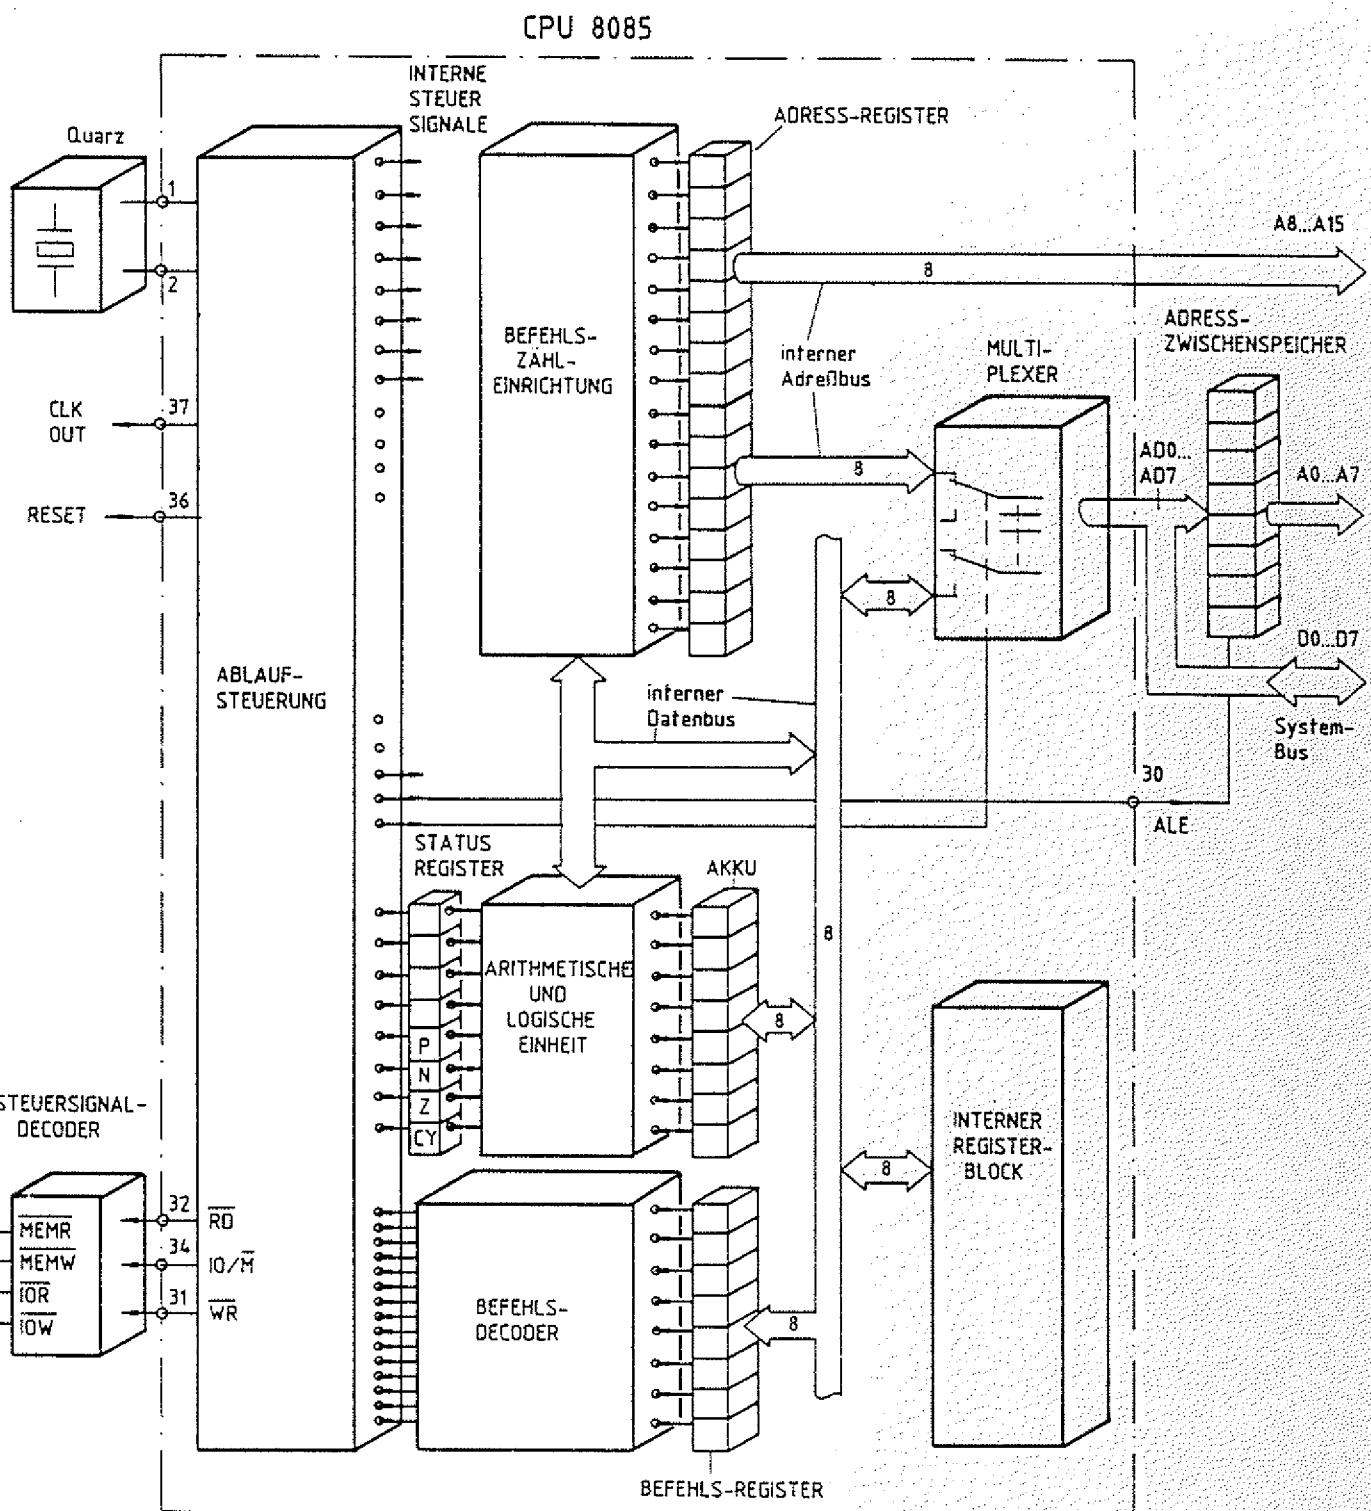
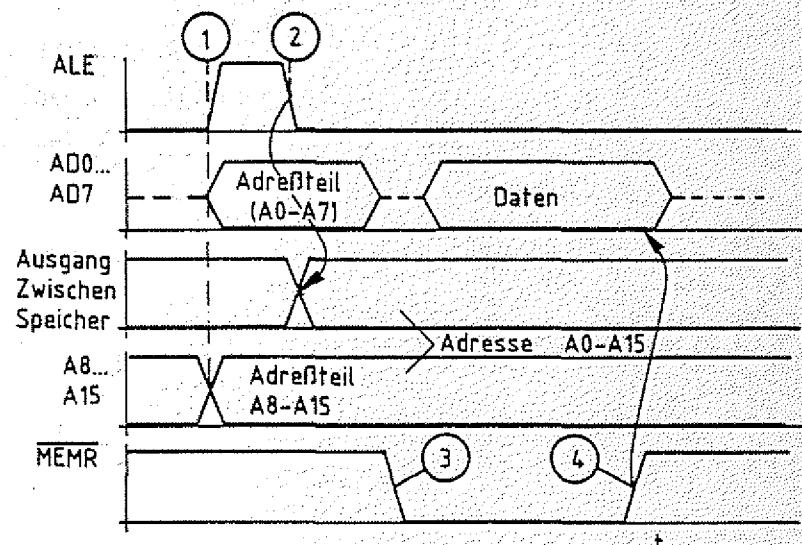

Bild 7: Baugruppe "Prozessor 8085" (Prinzip)
Bild 10: Lesen eines Datenbytes durch die CPU 8085 mit Adreßzwischenspeicherung
Im Theorieteil 1 wurde die interne Struktur eines Mikroprozessors und die Funktion wichtiger Elemente besprochen. Im MFA-Mikrocomputer-Baugruppensystem wird der Mikroprozessor "8085" eingesetzt, der neben den behandelten Registern (Akumulator, Befehlsregister, Adreßregister und Statusregister) noch weitere besitzt, die jedoch für die grundsätzliche Arbeitsweise des Prozessors nicht von Bedeutung sind. Die Funktion dieser Register wird ausführlich in den "Anwender-Übungen FT0 20...." beschrieben. Im Theorieteil 2 wird nun auf die Baugruppe "Prozessor 8085" eingegangen. Hierbei werden einige Besonderheiten erklärt, die sich durch den Einsatz des o.g. Prozessors ergeben. Bild 7 zeigt die wichtigsten Elemente dieser Baugruppe (Prinzip). Vergleichen Sie die interne Struktur des Prozessors 8085 mit der in Bild 1 dargestellten Struktur eines allgemeinen Mikroprozessors.
Da die CPU 8085 einige Funktionseinheiten besitzt, die in anderen Prozessoren nicht vorhanden sind, die Anzahl ihrer Anschlüsse jedoch der anderer Prozessoren (40) entspricht, stehen für die Adreß- und Datensignale nicht wie üblich 24 (16 Adreß- und 8 Datenleitungen), sondern nur 16 Anschlußleitungen zur Verfügung. Damit über diese Leitungen trotzdem 16-Bit-Adressen und 8-Bit-Daten übertragen werden können, müssen einige Leitungen sowohl für den Daten- als auch für den Adreßverkehr verwendet werden. Dies geht nur, wenn man eine bestimmte Zeit lang alle 16 Leitungen für die Übertragung der 16 Adreßbits benutzt und danach 8 Leitungen für die Übertragung der 8 Datenbits. Dieses zeitlich versetzte Aussenden von Adreß- und Datensignalen nennt man "Zeitmultiplex-Betrieb". Zur Gewährleistung dieser Betriebsart wird innerhalb der CPU ein Umschalter (Multiplexer) benutzt. Er verbindet -gesteuert von der Ablaufsteuerung- 8 der 16 Leitungen für bestimmte Zeitschnitte entweder mit dem CPU-internen Adreßbus oder mit dem CPU-internen Datenbus. Bild 7 zeigt die Anordnung dieses Multiplexers innerhalb der CPU (vergleichen Sie hierzu Bild 1). Die für Adreß- und Datensignale gemeinsam benutzten CPU-Leitungen sind durch die Bezeichnung AD0 bis AD7 gekennzeichnet. Über sie werden die niedrige Adreßbytes (A0 bis A7) und die Datenbytes übertragen.
Der zeitliche Verlauf der Signale zeigt, daß eine von der CPU ausgegebene Adresse solange auf dem Adreßbus zur Verfügung stehen muß, bis die CPU von der adressierten Speicherstelle Daten gelesen oder Daten an sie ausgegeben hat. Damit das niederwertige Adreßbyte auch während der Zeit des Datentransportes auf dem Adreßbus ansteht, muß es außerhalb der CPU zwischengespeichert werden. Der hierzu nötige Zwischenspeicher ist in Bild 7 schon berücksichtigt. Zur Übernahme des niederwertigen Adreßbytes in diesen Zwischenspeicher sendet die CPU jeweils bei Ausgabe einer neuen Adresse das Signal ALE aus. ALE steht für "Address-Latch-Enable" und bedeutet "Freigabe des Adressenspeichers". Mit diesem Signal muß die Übernahme der unteren acht Adreßbits in den Zwischenspeicher erfolgen. Bild 10 zeigt das Signal-Zeitdiagramm für diese Adreßzwischenspeicherung.